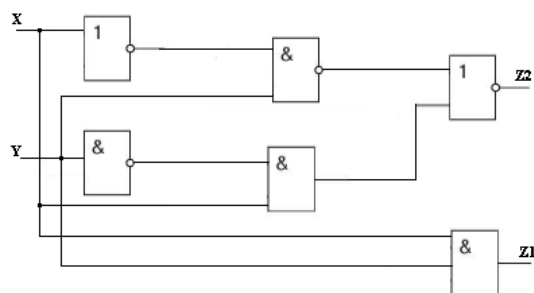

Рисунок 12 – Логическая схема сумматора
**Задание 1.** Используя логическую схему полусумматора (рис.12), в которой X и Y – слагаемые, Z1, Z2 – старший и младший разряды суммы, запишите логические уравнения  $Z1 = F_1(X, Y)$ ,  $Z2 = F_2(X, Y)$ ; составьте таблицу истинности сумматора.